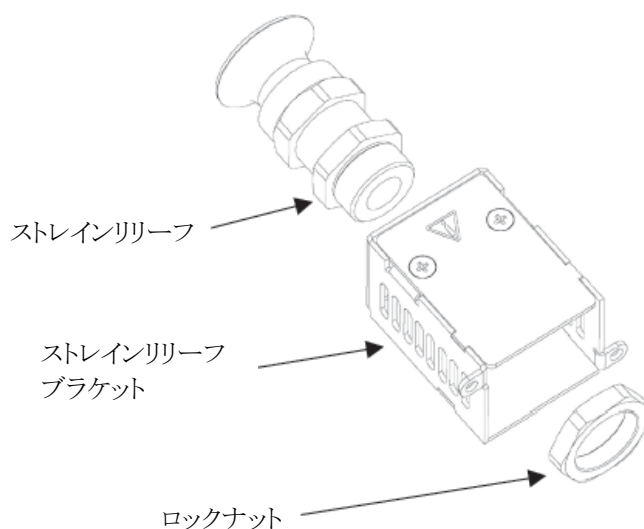

図4-5 ストレインリリーフブラケットへのストレインリリーフ及びロックナット取り付け方法 (GH1.5kW)
2. 図4-5に示すようにストレインリリーフをストレインリリーフブラケットに挿入してください。その後ロックナットをストレインリリーフブラケットの内部で締めてください。このときの締め付けトルクは手動で調節ください。ストレインリリーフ、ストレインリリーフブラケット、ロックナットは製品に同封されています。